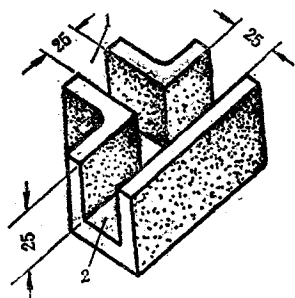

图1-1 圆锥齿轮两轴垂直工具
(1) 主退球辊轴头的圆锥齿轮啮合不符合规定，往往是圆锥齿轮啮合过松以及牙齿磨损而造成。特别是退球辊上各毛球均处于中球、大球时，退球辊负荷偏重，圆锥齿轮啮合又偏松，牙齿不能承受所传动的力，由此出现牙齿尖部滑移或顶撞。严重时，齿尖会爆裂，造成回转打顿，甚至停转。
(2) 两圆锥齿轮芯轴相互不垂直，易造成牙齿不正常磨损，同样会出现上述现象。圆锥齿轮小横轴校装时，应采用两轴垂直工具（图1-1）进行校正。